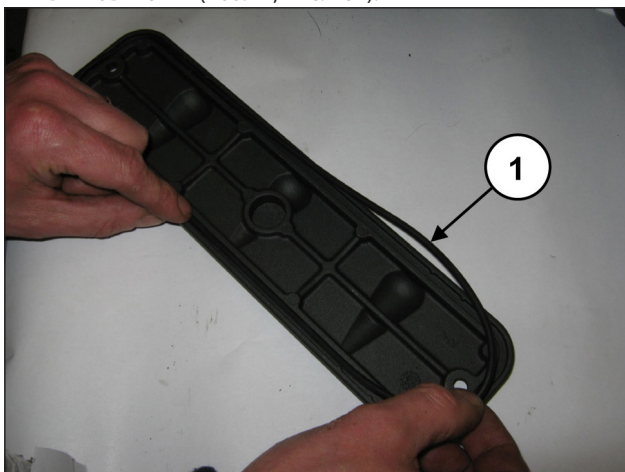
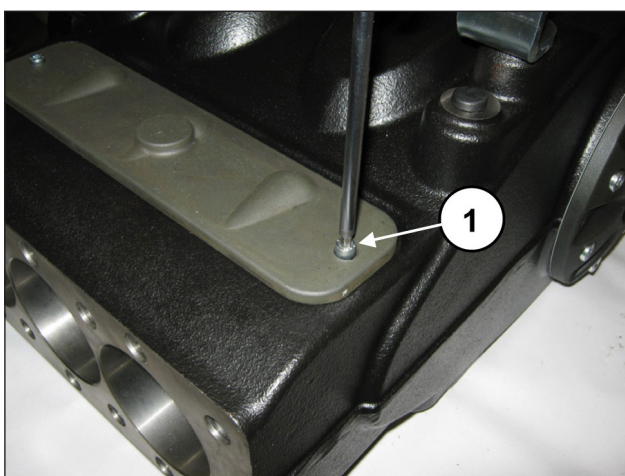

Рис. 160
Рис. 161
Вставьте в смотровые крышки уплотнительные кольца (поз. ①, Рис. 160) и установите крышки с использованием 2+2 винтов М6х14 (поз. ①, Рис. 161).